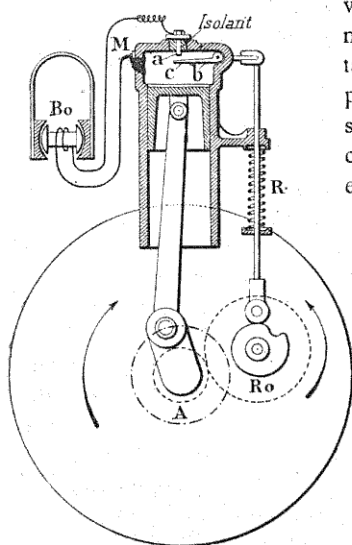
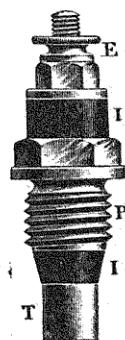

Fig. 125. — Schéma d'un dispositif d'allumage par rupture
Fig. 126.
**Magnéto à rupture.** — Relions une des extrémités du fil de la bobine de magnéto (Bo, fig. 125), à la masse M, et l'autre extrémité à un *inflammateur*. Cet inflammateur a la même constitution qu'une *bougie* (fig. 126). C'est une tige métallique T, maintenue dans une gaine isolante I, et qui vient aboutir à l'intérieur de la chambre de compression (fig. 125). A l'extrémité métallique de cet inflammateur, laissons se poser un petit bras métallique C, *faisant* lui aussi, *partie de la masse*, comme le représente la figure 125. Un mécanisme semblable à celui que nous avons vu commander la soupape d'échappement, au chapitre du moteur, intervient. C'est une roue dentée Ro, engrenant avec la roue A de l'arbre moteur. Cette roue Ro porte une came taillée de telle façon, qu'elle maintient, grâce au ressort R, le petit levier C, constamment écarté de la pointe de l'inflammateur A.